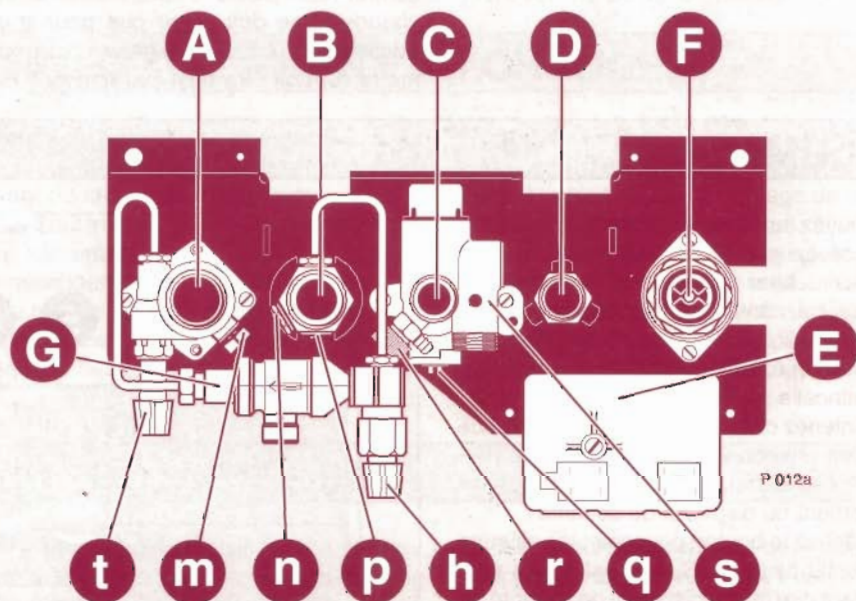

Fig. 1
- finissez la vidange en ôtant la vis (n fig. 1) placée sur la plaque de raccordement de la chaudière.